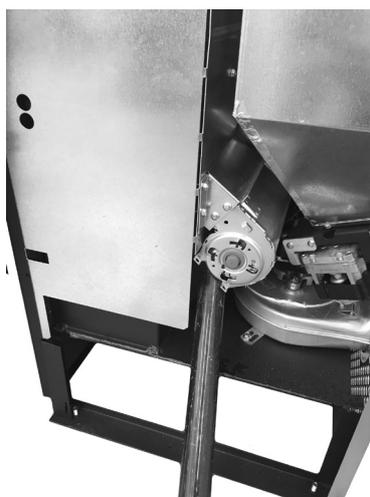

Fig. 52 - Nettoyage de le ventilateur ambiant
- Enlever la poussière accumulée dans les pales à l'aide d'une brosse et d'un aspirateur (voir **Fig. 52**).